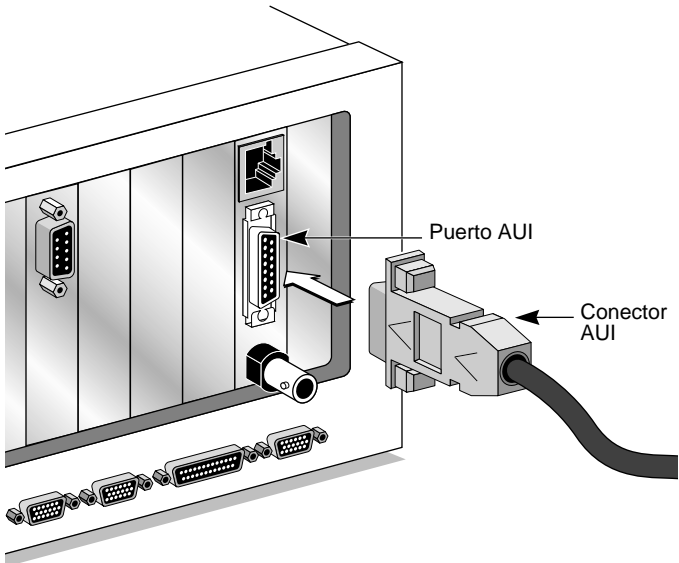

Figura 2-4 Conexión de la NIC 3C509B-COMBO a través del puerto AUI
- 2 Conecte el cable en el puerto AUI de la NIC, tal como se muestra en la Figura 2-4.**